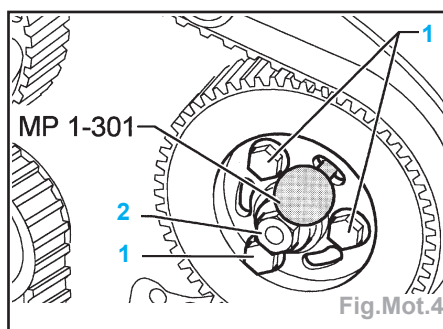

Fig.Mot.4
- Bloquer le pignon de la pompe d'injection avec la goupille MP 1-301 (Fig.Mot.4).